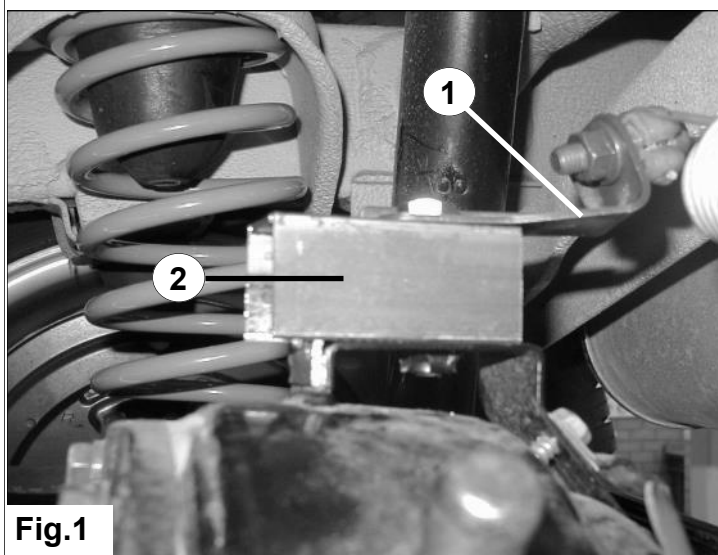

Fig.1
2. Monteer de LAR steun **2** samen met beugel **1** met de bijgeleverde bout en ringen zoals aangegeven op fig.1.
2. Montieren Sie den Bügel **2** zusammen mit dem Bügel **1** mit der mitgelieferte Bolzen und Ringen. Siehe fig. 1.
2. Fit the LSV bracket **2** together with bracket **1** with the supplied bolt and rings as shown at fig. 1
2. Montez le support CFA **2** avec la patte **1** au moyen du boulon et des rondelles joints, comme indiqué à la fig. 1.